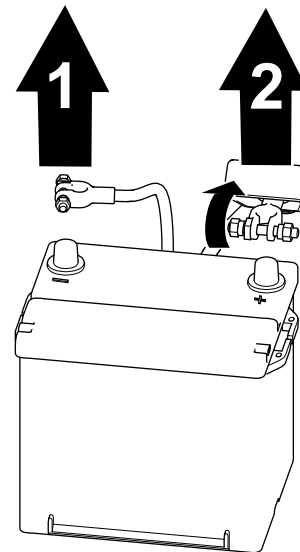

Bild 57
1. Trennen Sie das Minuskabel des Akkus vom Akkupol ab (Bild 57).
2. Heben Sie die Isolierung an und ziehen Sie das Pluskabel des Akkus vom Akkupol ab (Bild 57).